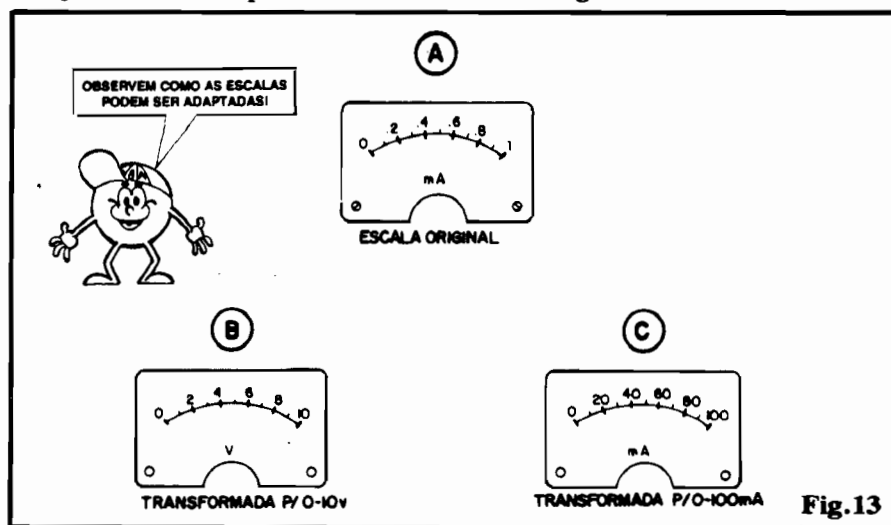

Fig.13
- FIG. 13 - A transformação das escalas. O galvanômetro (geralmente um microamperímetro ou miliamperímetro...) comercial, adquirido na loja, vem com sua própria escala, com o arco de deflexão do ponteiro já demarcado e subdividido com as marcações intermediárias, etc. Quando transformamos o "bichinho" num medidor de "outra grandeza" (ou da mesma grandeza, em **outra escala**...), é praticamente inevitável que alteremos a escala original, em suas marcações, valores, divisões, etc., de modo a tornar confortável e direta a leitura das medições! Como escalas de Correntes ou de Tensão permanecem proporcionais e lineares, a "coisa" não é muito difícil... Observem, em 13-A a escala original de um miliamperímetro de 0-1 mA, com suas divisões e marcações costumeiras... Em 13-B temos a **mesma** escala já com as marcações alteradas para voltímetro